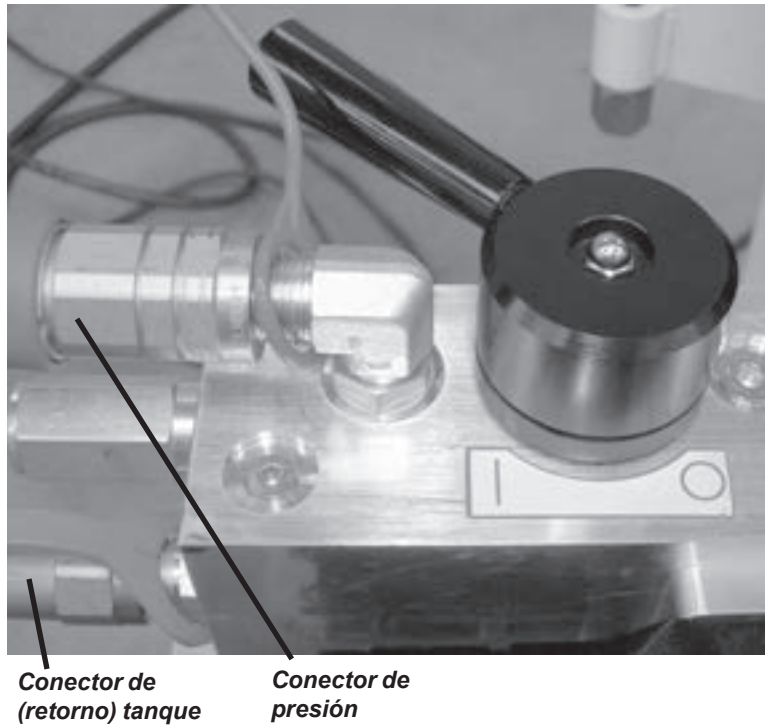

Figura 5-33. Conecte las mangueras hidráulicas al motor como se muestra.
3. Conecte las mangueras hidráulicas a los puertos en el motor como se describe en Figura 5-33.